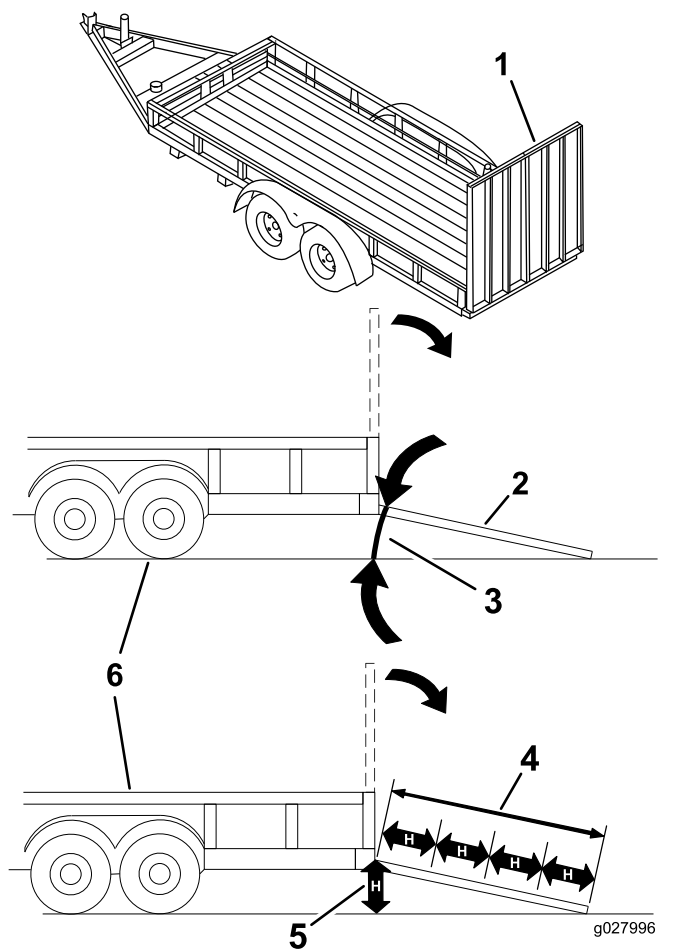

Figure 29
Le chargement de la machine sur une remorque ou un camion augmente le risque de basculement et donc de blessures graves ou mortelles (Figure 29).
3. Abaissez la rampe pour que l'angle avec le sol ne dépasse pas 15 degrés (Figure 29).
1. Abaissez la rampe pour que l'angle avec le sol ne dépasse pas 15 degrés (Figure 29).